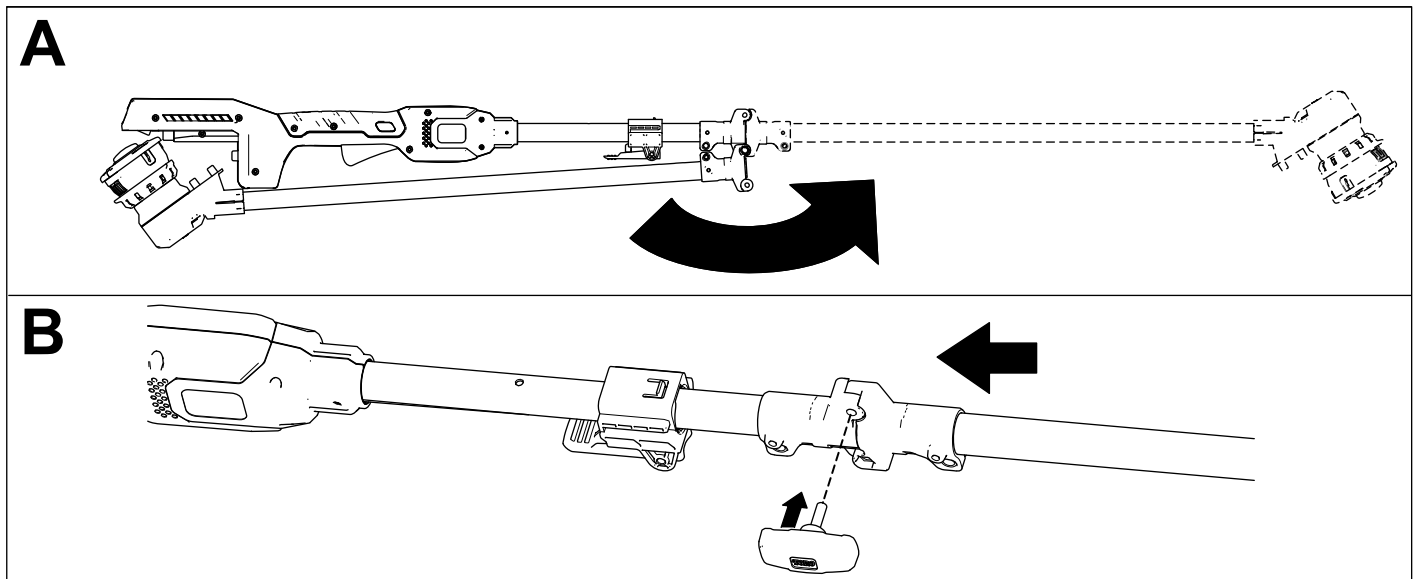

Figure 3
1. Dépliez le manche (encadré A de la Figure 3).
2. Montez le bouton de l'accouplement pour fixer le manche (encadré B de la Figure 3).